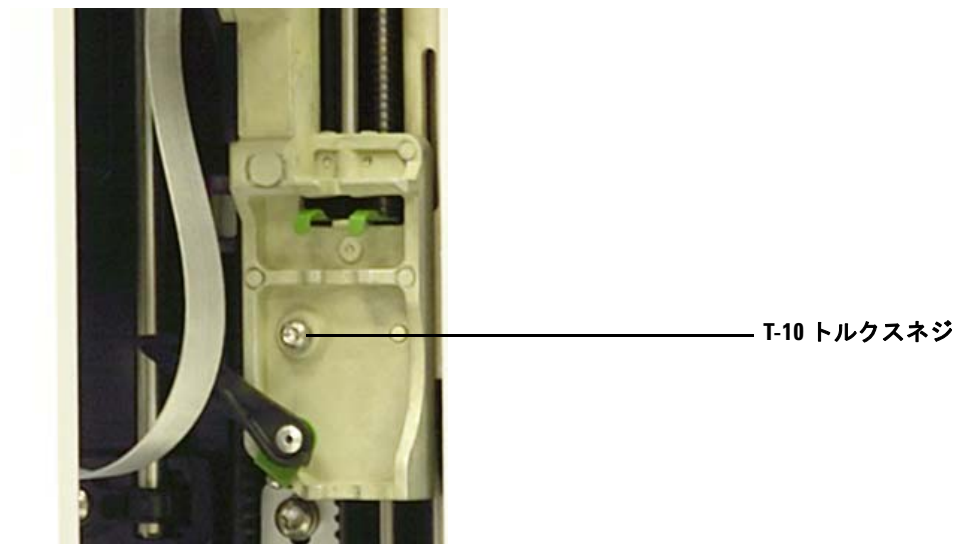

図 101 シリンジ掛け金の上の T-10 トルクスネジを取り外す
- 9 シリンジ掛け金の上の T-10 トルクスネジを完全に緩めて、取り外します (図 101)。